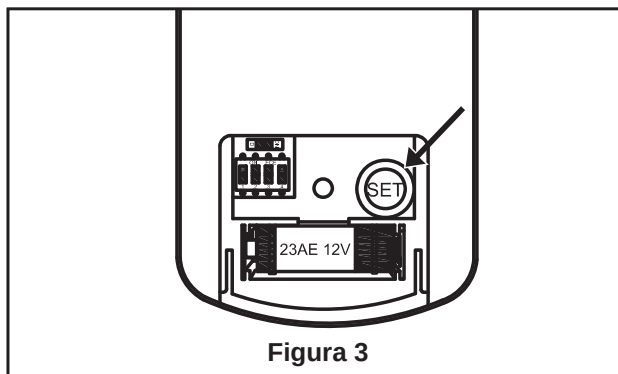

Figura 3
- ☐ 3. **Configuración del mando a distancia y proceso de configuración de la velocidad (RPM): (Figura 3)**